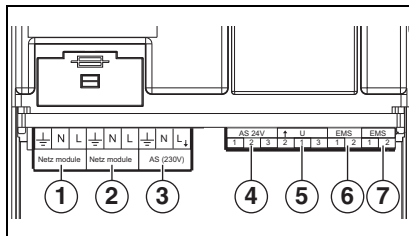
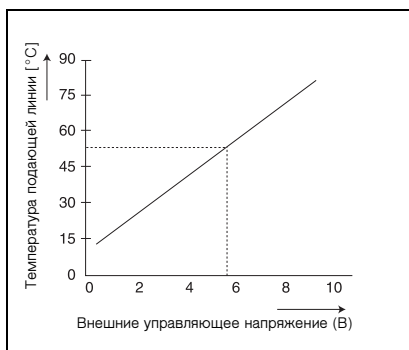
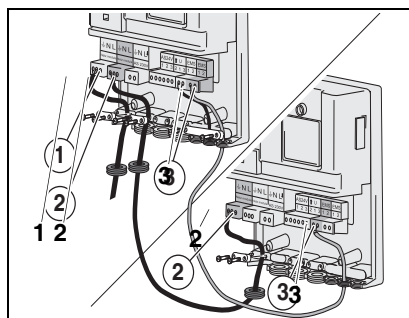

Рис. 2 Подключения
Рис. 3 Диаграмма 0 – 10В
Рис. 4 Два соединенных между собой модуля, сетевое подключение
Соедините контакты подключения EMS (→ рис. 2, [6]) на EM10 2-жильным кабелем с контактами RC (или ) отопительного котла (возможно параллельное подключение к регулятору температуры).
а) Через контакты AS 24В (→ рис. 2, [4]).
б) Через контакты AS 230В (→ рис. 2, [3]). Здесь можно подключить, например, сирену или сигнальную лампу. При возникновении неисправности эти контакты находятся под напряжением 230 В переменного тока.
С помощью сигнала 0-10 В постоянного тока (→ рис. 2, [5]) возможно регулирование по температуре подающей линии или мощности котла (→ рис. 3).
Этот вид регулирования активируется, когда переключены клеммы 1 и 3 (→ рис. 2, [5] и электросхему на стр. 47). EM10 задает отопительному котлу через сигнал 0-10 В мощность в процентах (→ таблицу 2). Здесь речь идет о линейной зависимости, → таблицу 2.
Имеется возможность соединить между собой несколько различных модулей (например, EM10 и VM10). У двух или трех модулей можно соединить сетевые контакты (→ рис. 4, [2]) и контакты EMS (→ рис. 4, [3]). Внимание! Соблюдайте полярность. Общая длина кабеля шины EMS не должна превышать 100 м.
- Подключите регулятор температуры Logamatic RC к контактам EMS (→ рис. 4, [3]).
- Подключите модуль к сети 230 В переменного тока (→ рис. 2, [1] и рис. 4, [1]).